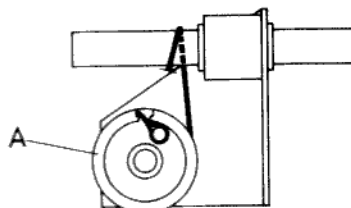

Fig. 4
som fig. 4 visar, lindas 3,5 varv runt axel (B)